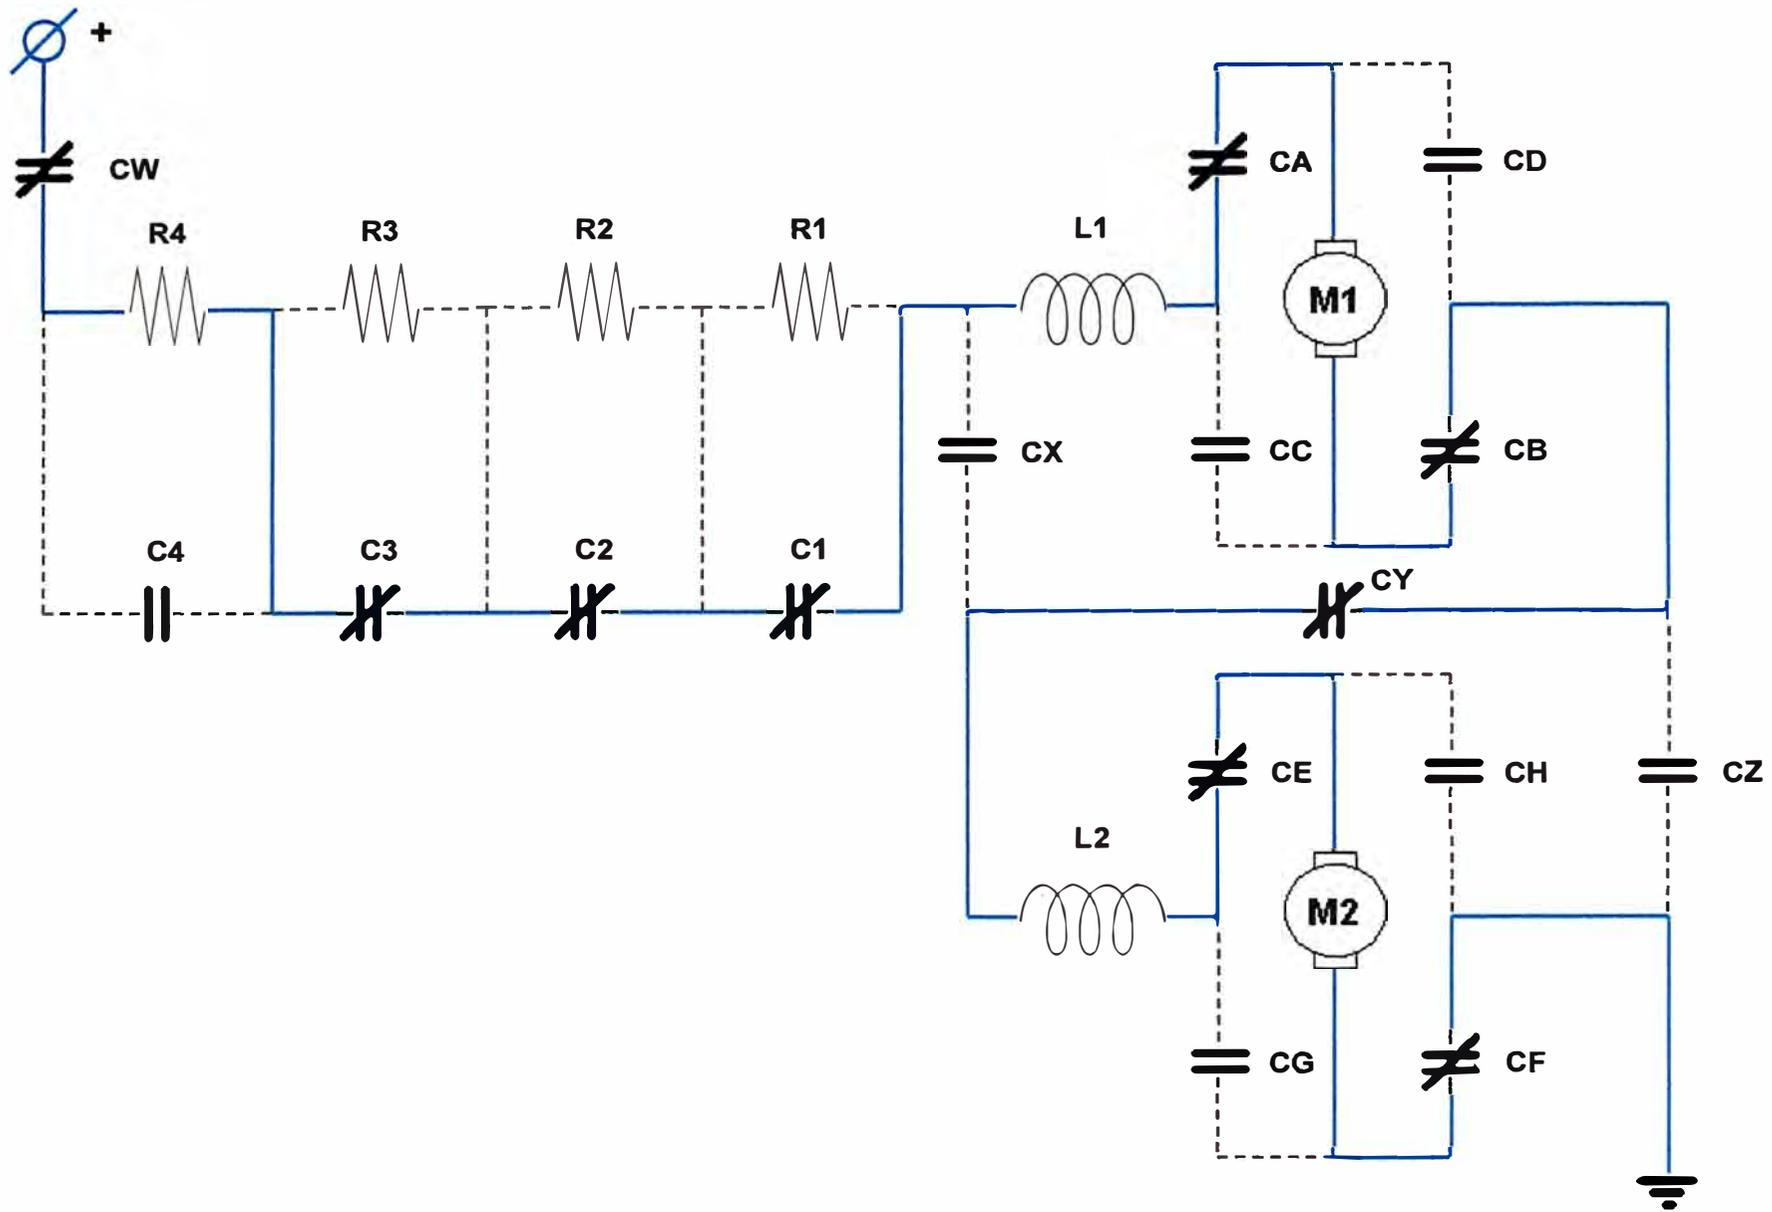

Figura 2.5: Control de velocidad serie de motores serie de corriente continua – Velocidad 4
- El segundo nivel agrupará las velocidades 4, 5 y 6 (ver Figuras 2.5, 2.6 y 2.7), mostradas en la tabla y las secuencias de control correspondientes serán efectuadas automáticamente. En la velocidad 3 (ver Figura 2.5) los motores serie se encuentran aún conectados en serie entre ambos y ahora sólo 01